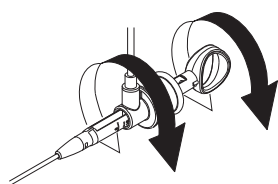

図3
9. 内視鏡画像を確認しながら、スライダを軽く押して先端部の爪を開き、ハンドルを回転させて、爪の向きを目的部位に合わせる。(図3)